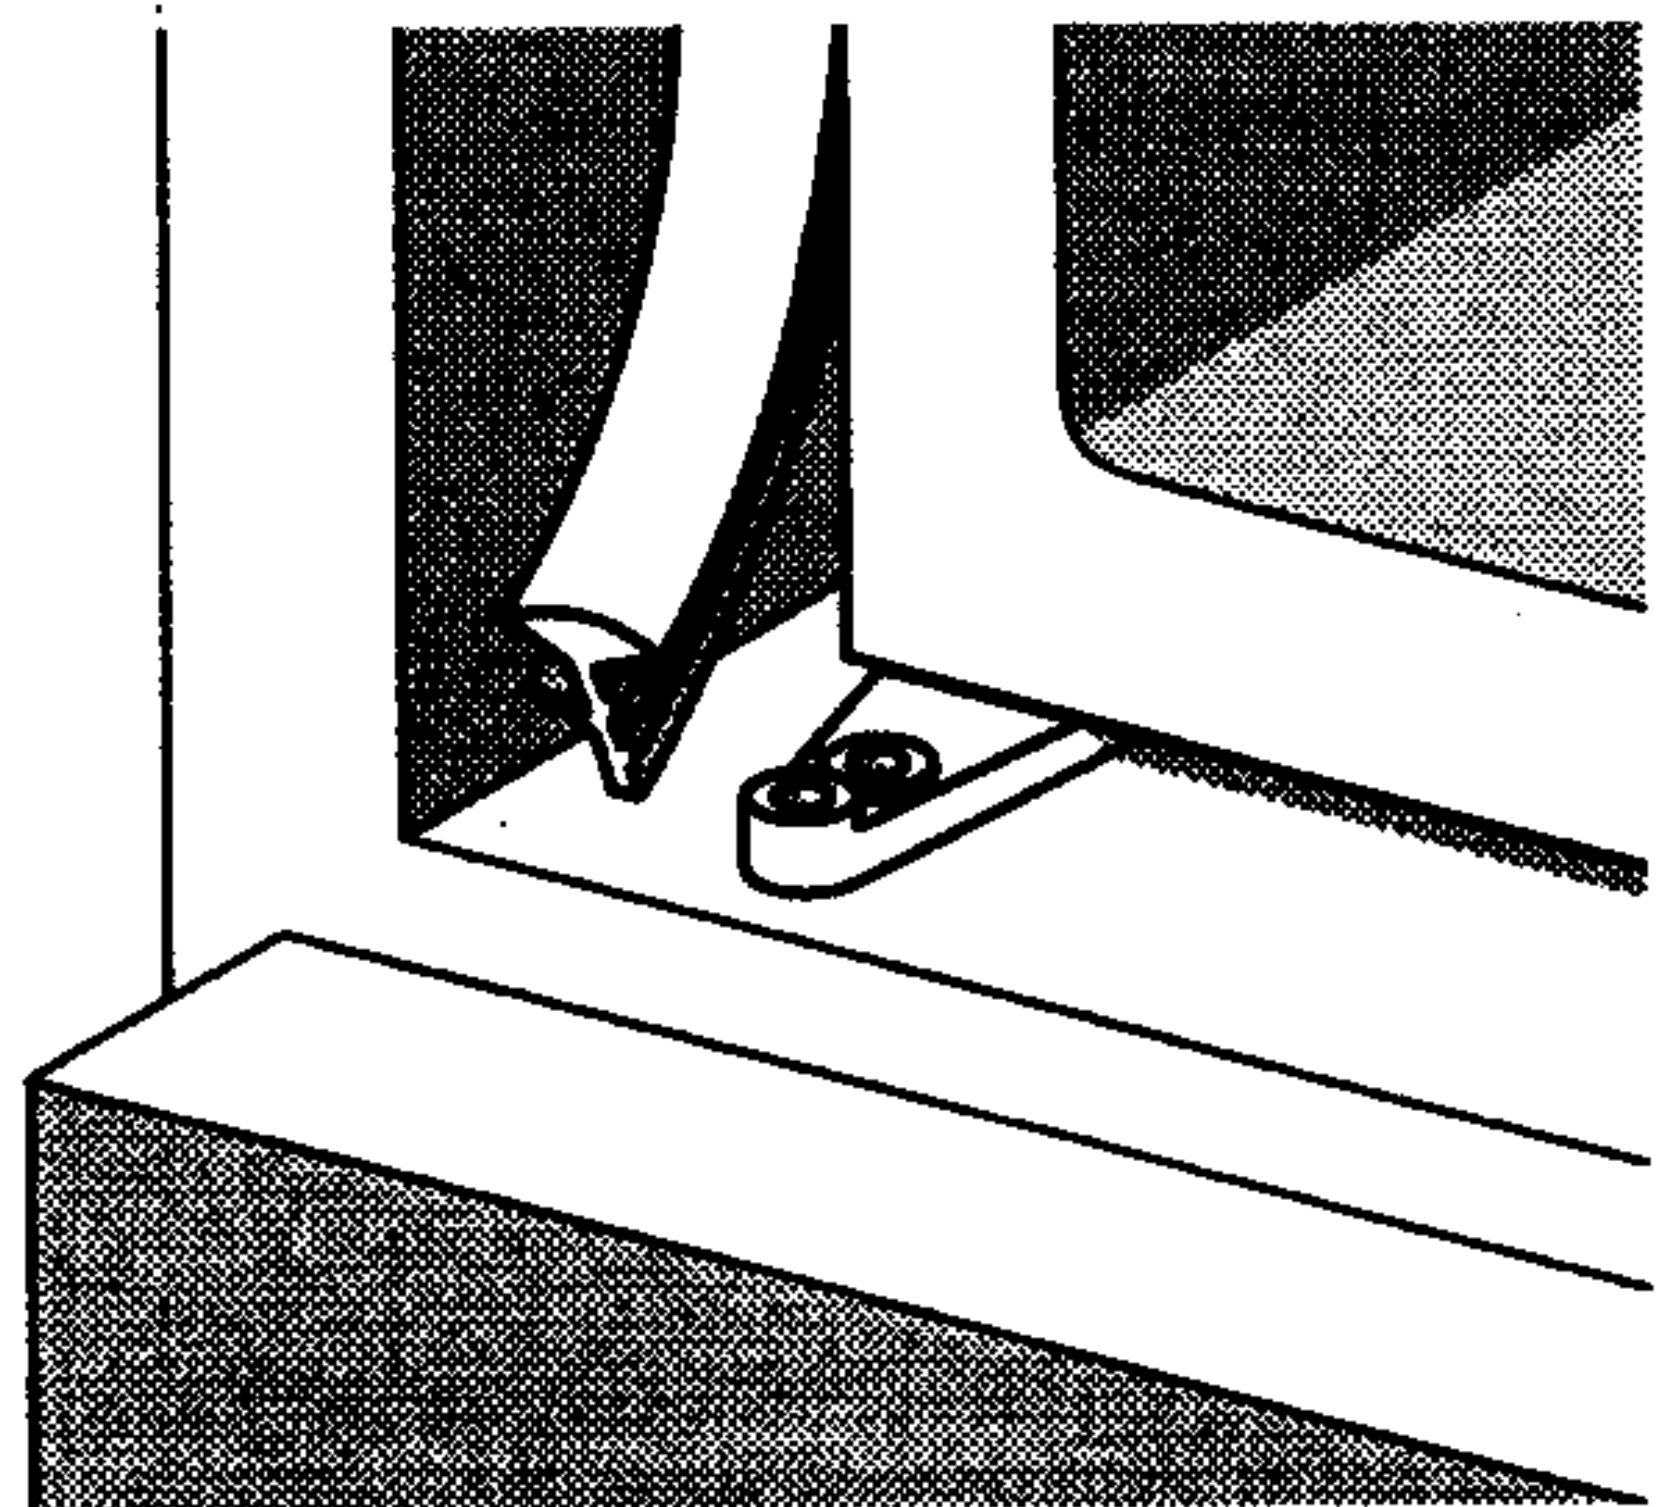

figure. 6
- Couvrez la fente à côté opposée de la porte avec le joint ajouté (Figure 6).